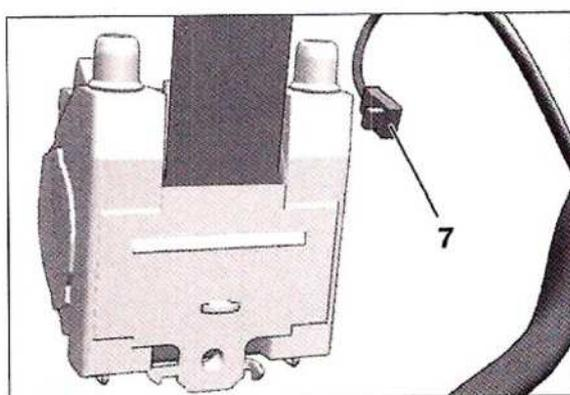

FIG. 21
• Desbloquear y desconectar el conector (7) (Fig.21) del pretensor.